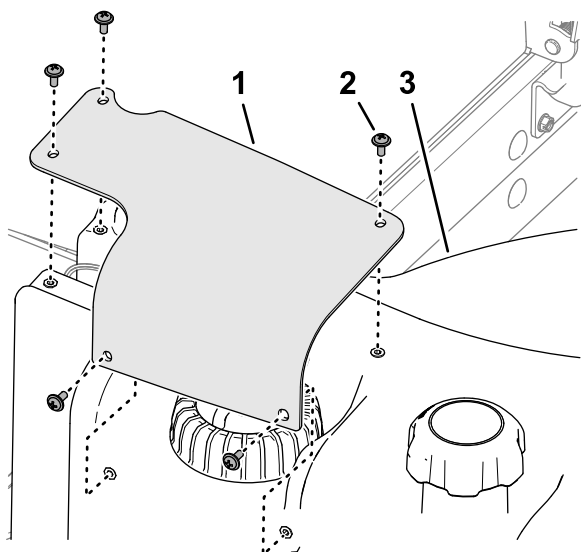

Figura 122
2. Îndepărtați cele 5 uruburi cu cap Phillips care fixează capacul transmițătorului pentru combustibil pe rezervorul de combustibil și scoateți capacul (Figura 122).